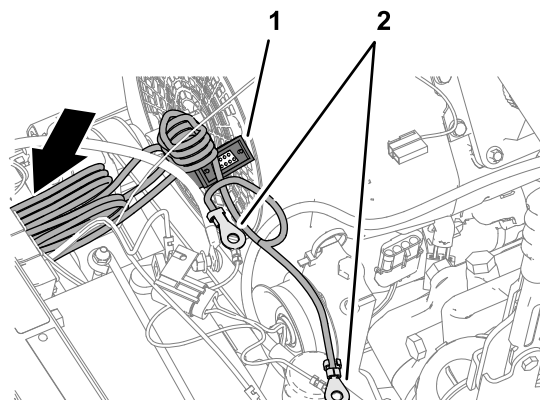

Figura 186
2. Enrute los terminales de anillo del arnés de alimentación del módem marcados BATTERY y GROUND hacia la batería (Figura 186).